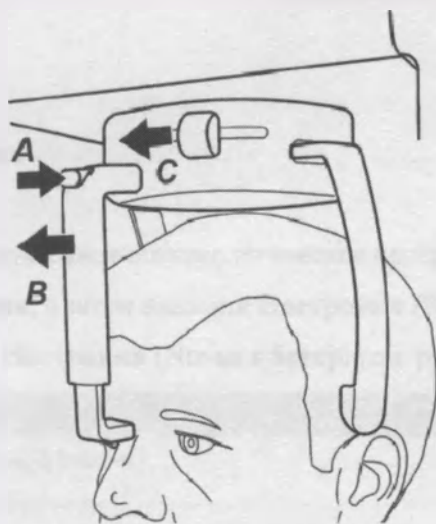

Рисунок 53
8.3.19 Нажмите кнопку (A) сверху держателя лба (см. рисунок 53), чтобы отодвинуть держатель лба (B).